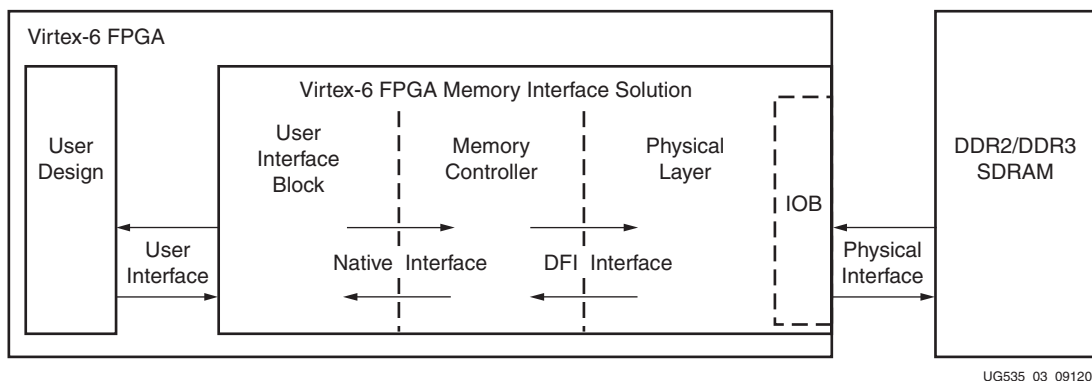

図 1-2 : Virtex-6 FPGA のメモリ インターフェース ソリューション
Virtex-6 FPGA のメモリ インターフェース ソリューション コア (図 1-2 参照) は、DDR3 SDRAM、DDR2 SDRAM、QDR II+ SRAM への高性能接続を実現します。デザインの物理層 (PHY) 側は FPGA の I/O ブロック (IOB) を介して DDR2 または DDR3 SDRAM デバイスに接続し、ユーザー インターフェース (UI) 側は FPGA ロジックを介してユーザー デザインに接続しています。